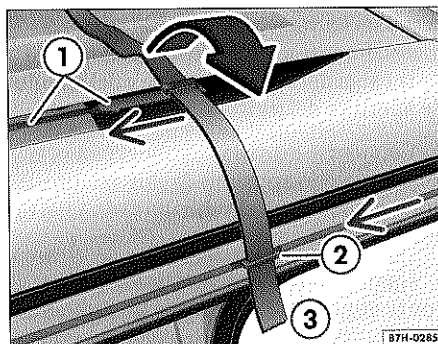
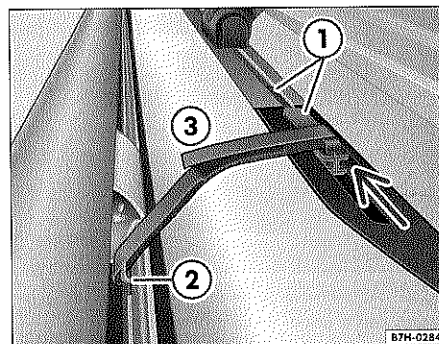

Fig. 12 Techo levadizo: preparación del bloqueo de emergencia desde fuera (lado derecho del vehículo)
Fig. 13 Techo levadizo: bloqueo de emergencia completo con cierre velcro (lado derecho del vehículo)
- Coloque el riel largo en el perfil de aluminio superior del montante del techo del lado derecho del vehículo hasta el tope, de forma que la punta del riel indique hacia la parte trasera del vehículo ⇒ fig. 12 ①.
- Introduzca la cinta velcro ⇒ fig. 12 ③ a través de la ranura del riel más corto.
– Coloque el riel más corto sobre el perfil de aluminio inferior del montante del techo del lado derecho del vehículo, de forma que quede paralelo al riel superior ⇒ fig. 12 ②. Si el vehículo lleva montado un toldo⁹⁾ desplace el riel más corto con la cinta velcro hasta topar con la fijación del toldo ⇒ fig. 13 ②.
– Una los dos extremos de la cinta con fuerza ③.